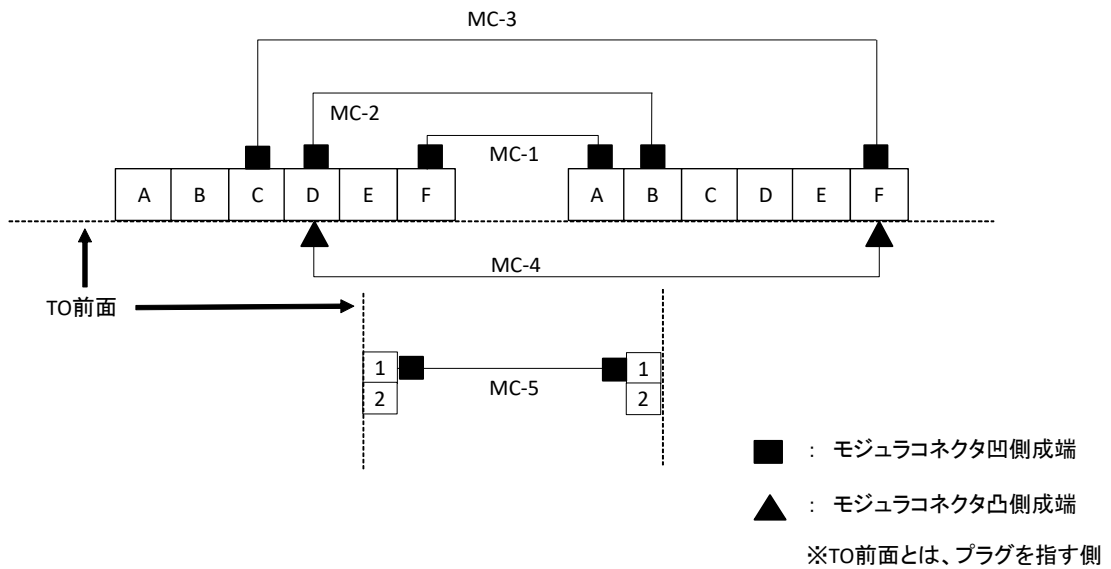

図 4 配線図
- ・ 各 TO の配置・配線は図 3、図 4 に従って行う。
- ・ 図 3、図 4 に従い、モジュラコネクタを配置するとともに、空きポートにブランクチップを取り付けて、TO1 及び TO2 (No.14～17) を組み立てる。
- ・ パッチコード(MC-4)を作成し、図 4 に従い接続する。